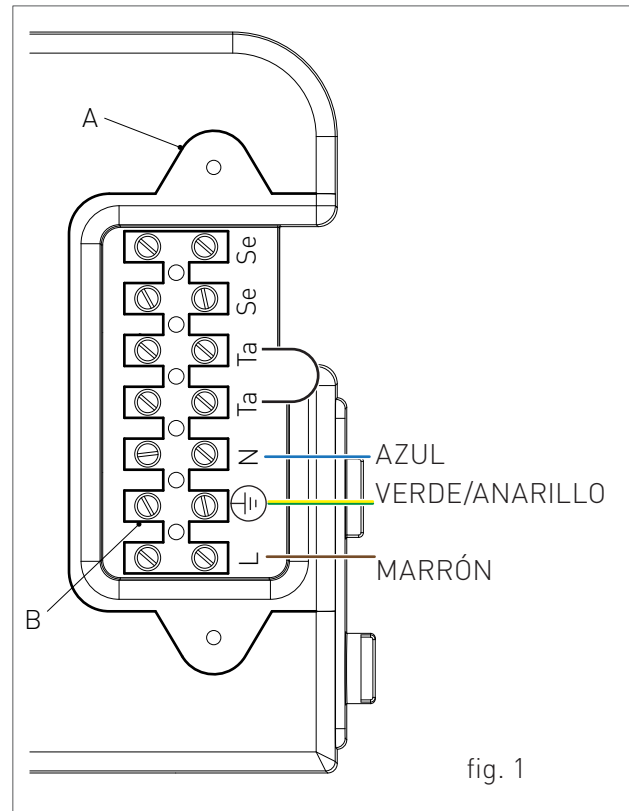

fig. 1
- › soltar los dos tornillos y retirar la cubierta "A" (ver fig. 1).
- › una vez retirada la cubierta, conectar los cables eléctricos a la regleta "B" (ver fig. 1):
Los cables deben de pasar hacia el interior de la caldera a través de las entradas previstas 'P1' y 'P2' situadas debajo de la caldera (ver fig. 1). Hacer un agujero menor que el diámetro del cable para asegurar que no entra aire.
- > una vez retirada la tapa, conectar los elementos al circuito electrónico (ver fig. 1):